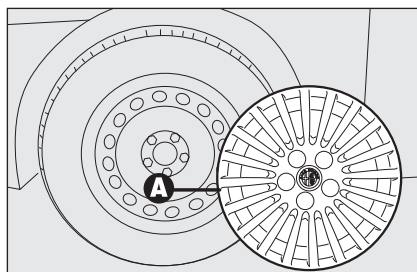

fig. 6
- ☐ rimuovere la coppa ruota **A-fig. 6** (solo versioni con cerchi in acciaio);